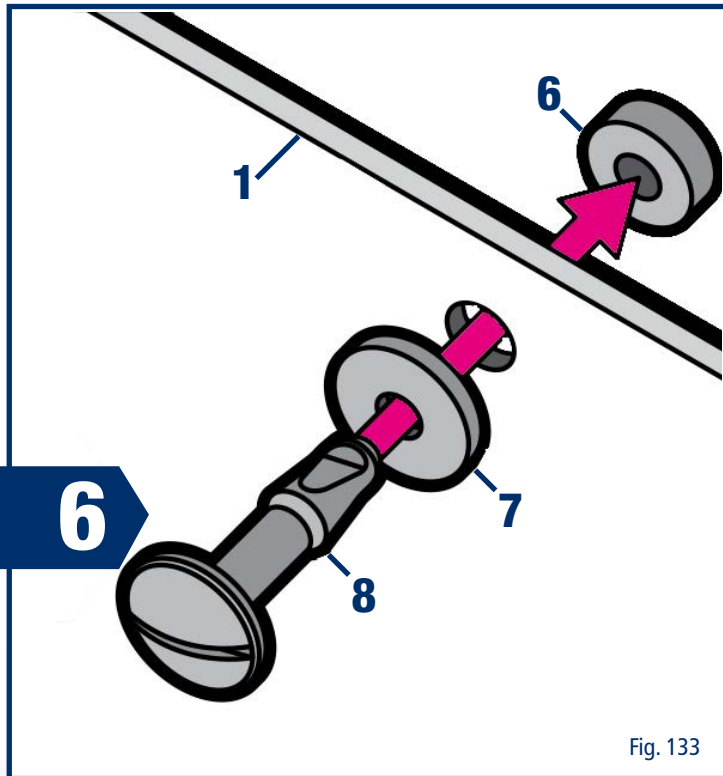

Fig. 133
Montez les tiges d'ancrage (8) dans les alésages du panneau publicitaire (1). À cet effet, intercalez les petits (6) et grands (7) joints d'étanchéité, comme illustré sur la Fig. 133.